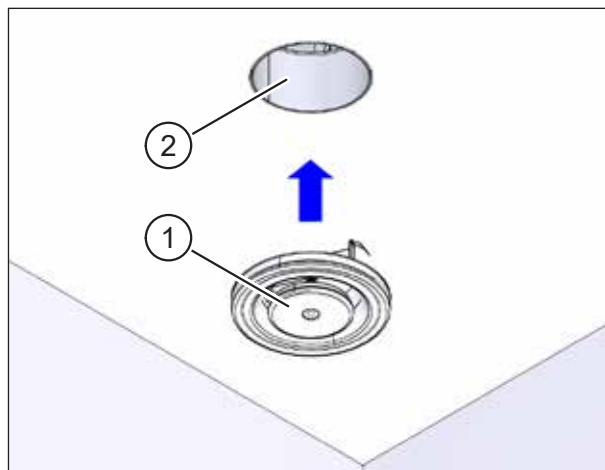

Fig. 19: Installer les soupapes à disque (air repris)
- Après le montage final (travaux de peinture, etc.), insérez la soupape à disque correspondante pour l'air repris (pos. 1 dans Fig. 19) ou l'air fourni dans le tuyau d'aération du caisson de plafond conformément aux documents de planification.